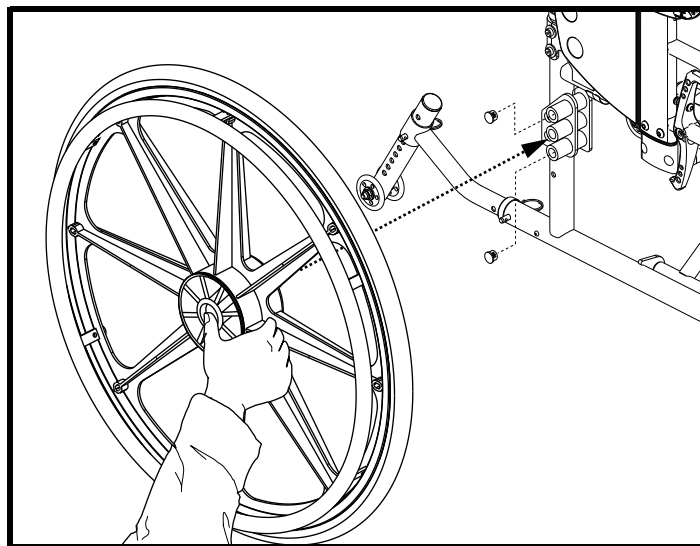

Figure 13. Bouton de détente rapide de la roue
1. Pesez sur le bouton de détente rapide et enlevez la roue. **Voir la figure 13.**